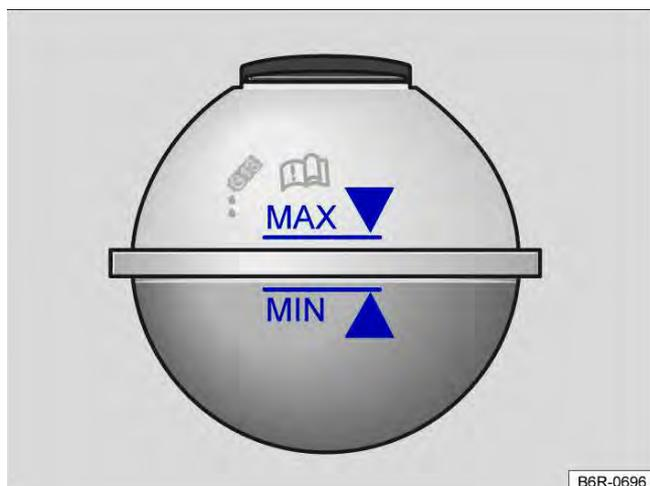

Fig. 165 No compartimento do motor: marcação no reservatório de expansão do líquido de arrefecimento do motor.
- Com o motor frio, verificar o nível do líquido de arrefecimento do motor pela marcação lateral do reservatório → Fig. 165.
- O nível do líquido de arrefecimento do motor deve permanecer dentro da marcação do reservatório → Fig. 165. **Não completar acima da marca "MAX"** → ⓘ!
- Completar com líquido de arrefecimento do motor somente até a marca "MAX" → Fig. 165. Caso contrário, ao aquecer-se, o líquido excedente será expulso do sistema de arrefecimento do motor e poderá causar danos.